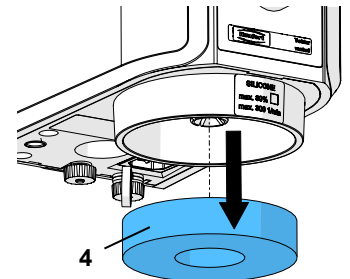

Fig. 12
- ⇒ Retire el filtro de esponja (Fig. 12).
- ⇒ Soltar el filtro sinterizado (13) girando en sentido contrario de las agujas del reloj y retirar.